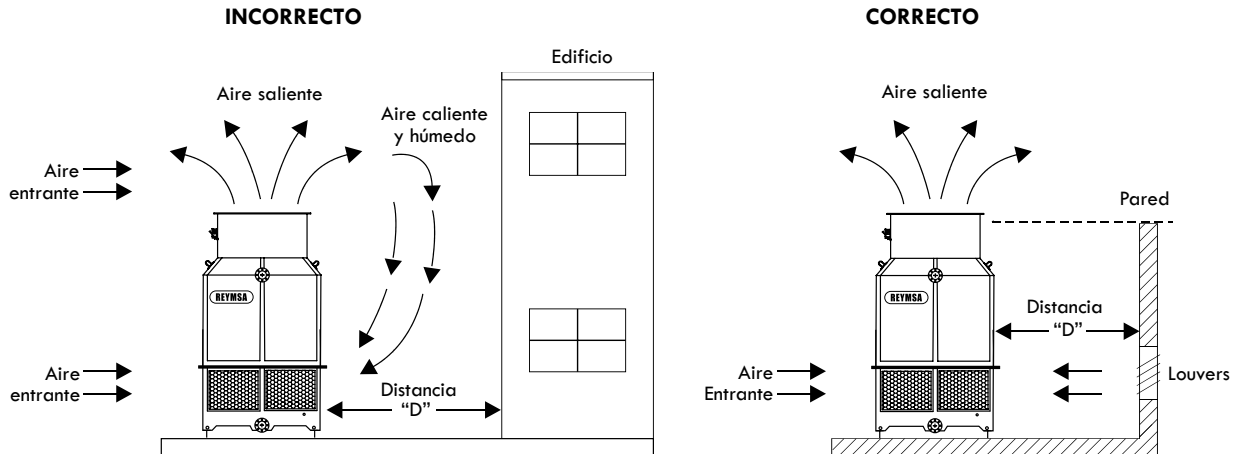

Figura A-2: Recirculación
- Coloque la torre de enfriamiento en una ubicación que tenga la menor cantidad de obstrucciones posibles en toda su área para asegurar una entrada de aire adecuada. Es recomendable que la parte superior de la torre esté más arriba que el techo de cualquier construcción cercana. Esto disminuye la posibilidad de que el aire húmedo descargado vuelva a ser reciclado por la torre (ver Figura A-2). Usando el viento de verano predominante como guía, se define la ubicación de la torre en un área con interferencias de aire mínimas.